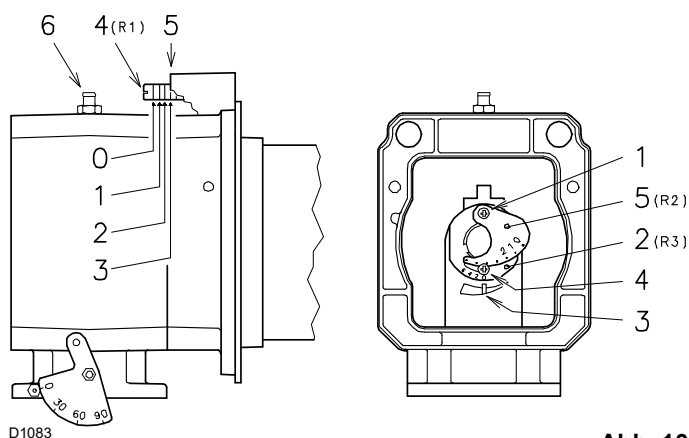

Abb. 13
An dieser Stelle der Installation sind Flammrohr und Muffe wie in Abb. 13 dargestellt am Kessel befestigt.
- Drehen Sie die Schraube 4)(Abb. 13), bis die gefundene Kerbe mit der Vorderfläche 5) des Flansches übereinstimmt.
- Lösen Sie die Schrauben 1) und 4) (Abb. 13) und drehen Sie die Nutmutter 2) bis die gefundene Kerbe mit dem Index 3) übereinstimmt.
- Drehen Sie den Luftverteiler 5)(Abb. 13) bis die gefundene Kerbe mit der Schraube 4) übereinstimmt.